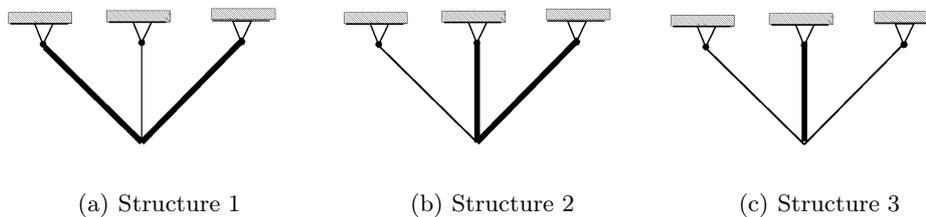

FIGURE 2 – Structure optimale
- (c) Le problème de minimisation a été résolu. Quelle est, selon vous, parmi les trois structures représentées sur la figure 2, celle qui sera la solution au problème d'optimisation posé ? Les traits épais (respectivement fins) indiquent des barres à fortes (respectivement faibles) sections.